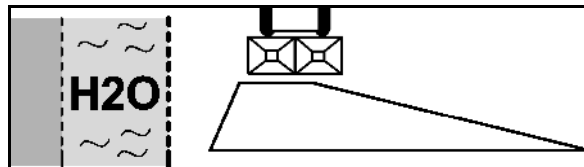

Fig. 71
Innstillingsverdiene fremgår av spredetabellen (Fig. 71) abzulesen.
2. Skyv begrensningsskjermen så langt inn på føringsbøylen (Fig. 73/1) at viseren (Fig. 73/2) peker på den innstilte verdien fra spredetabellen (Fig. 71).